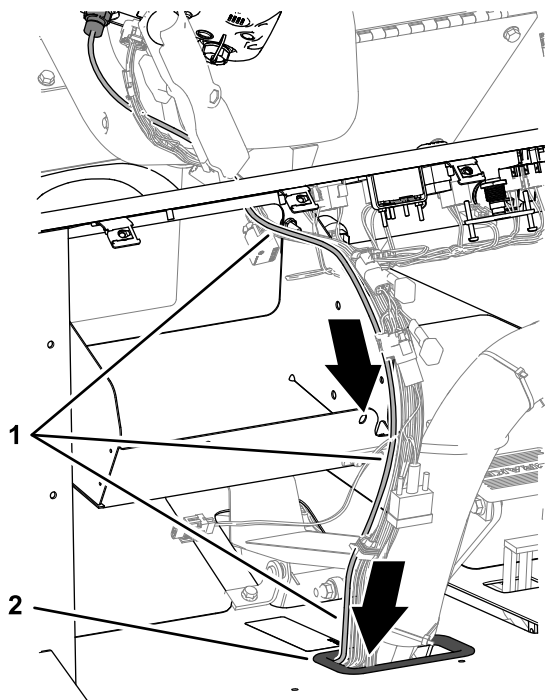

**Figura 65**
1. Enrute el cable de datos del módem por el compartimento de almacenamiento (Figura 65).